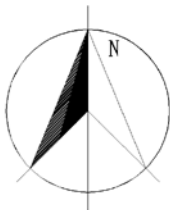

图 15.173 绘制文字
(8) 使用单行文字工具，在图标中输入文字，如图 15.173 所示。